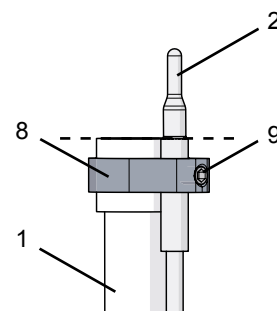

Fig. 2
- ⇒ Pousser le support de capteur sur le tube de mélange et le capteur, de manière à ce qu'il se trouve à peu près en position centrale sur la partie supérieure du tube de mélange (fig. 2).
- ⇒ Positionner le capteur de telle manière que le bord supérieur de la douille en laiton du capteur et le bord supérieur du tube de mélange se trouvent à la même hauteur (Fig. 2).